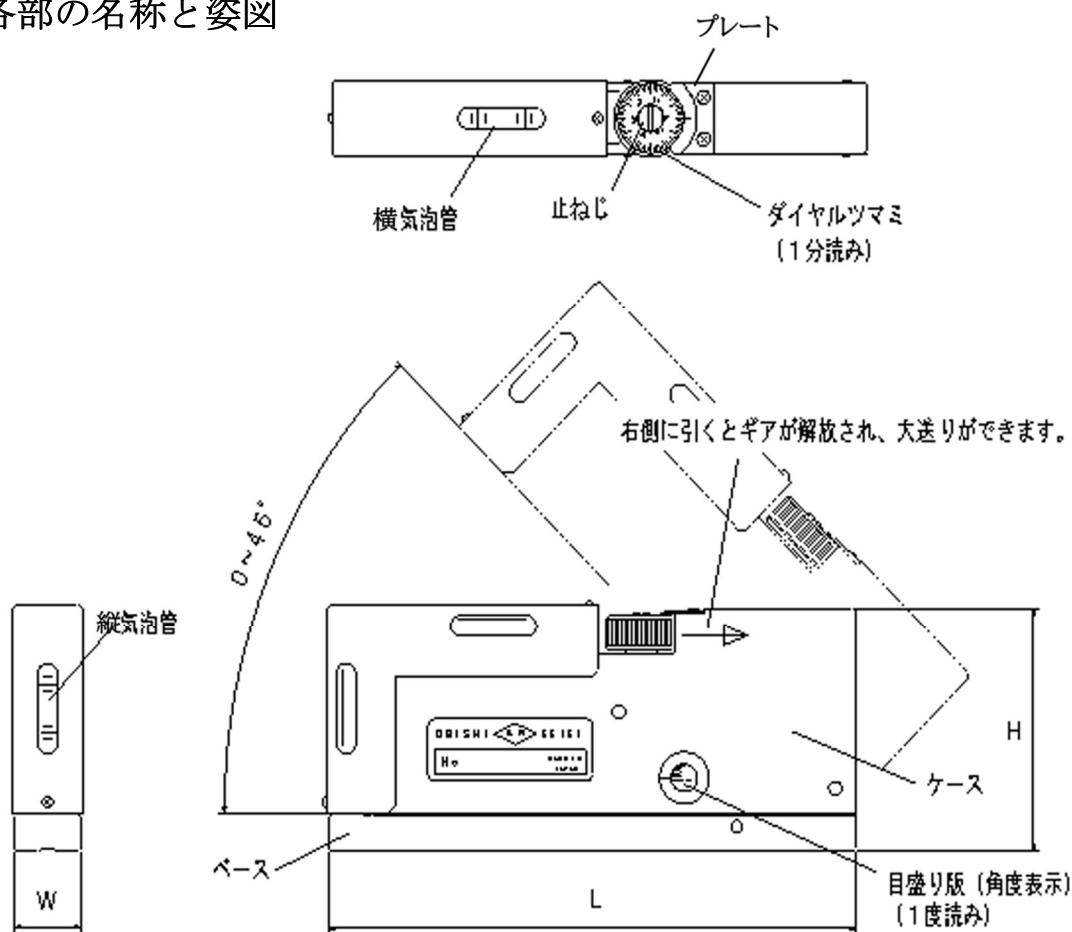

図. 1
- ① 定盤の上に本器をゼロ度に合わせて設置し、横気泡管の気泡が目盛線の中心にあることを確認してください。
- ② ダイヤルツマミをゆっくり回して、希望の角度に設定してください(1 回転で 1 度移動します)。
- ③ 任意の角度にすばやく変更するには、図 1 のようにダイヤルツマミを右側に引き、ベースをワークに置いたまま上部を開いて、目盛板の表示を参考に角度を設定してください。